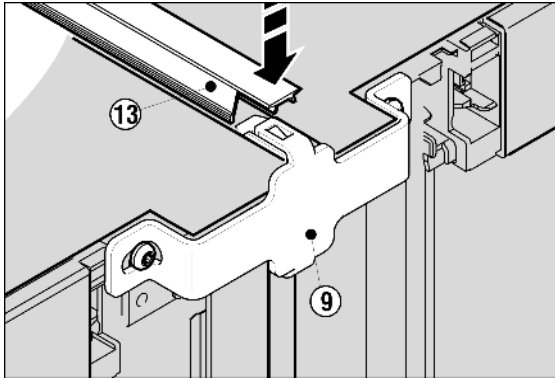

Fig. 8
- ▶ На верхней стороне вдавите в щель короткую планку Fig. 8 (13). Обратите внимание, чтобы вырез планки был направлен к передней стороне устройства. Планка должна быть заподлицо с крышкой устройства на передней кромке.